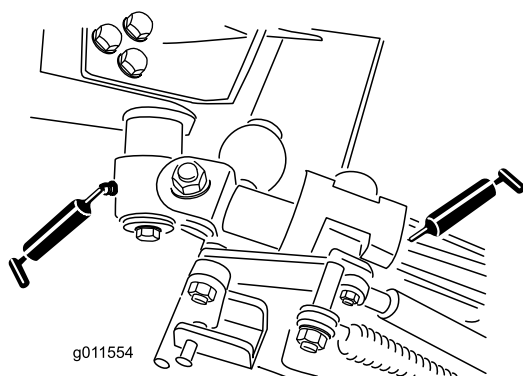

Bild 86
- Zwei Kipphebel-Drehbüchsen (Bild 86)
- Vier hintere Armbüchsen (Bild 86)